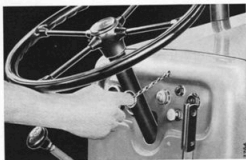

Bild 8. Manöverkedja för kylargardinen.
Drag upp kylargardinen, som bild 8 visar. Kontrollera att kranen i bränsleledningen mellan tanken och handpumpen är öppen. Se (2), bild 39. Kranen är öppen när handtaget står parallellt med ledningen.